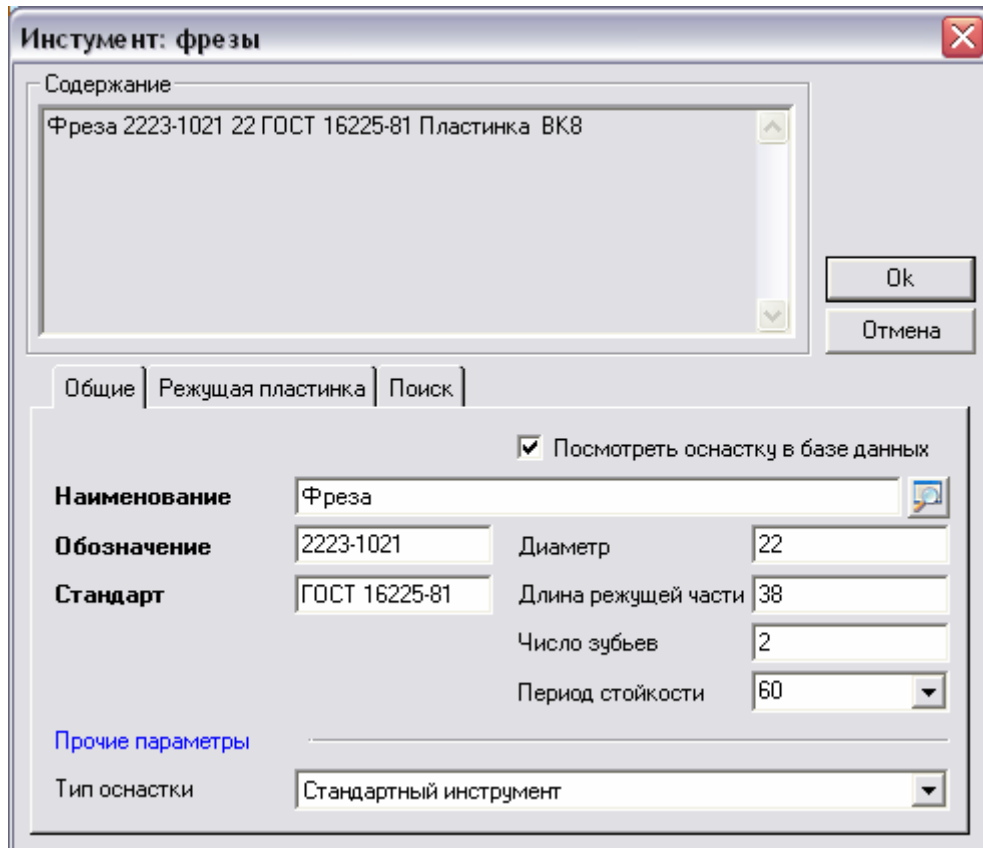

Рис. 28. Диалог объекта «Инструмент: фрезы»
Все диалоги оснастки имеют обязательный перечень параметров: **Наименование**, **Обозначение**, **Стандарт**. Параметры специфичные для выбранного инструмента: **Материал**, **Класс точности**, **Период стойкости** и др. Поисковые параметры: **Высота** и **Ширина державки**, **диаметр фрезы**, **сверла** и др. Рассмотрим основные параметры диалогов на примере диалога объекта «Инструмент: фрезы» (см. Рис. 28).
2. Нажмите кнопку  в поле **Наименование** (см. Рис. 28), появится окно просмотра параметров и слайда с изображением выбранной фрезы (см. Рис. 29).